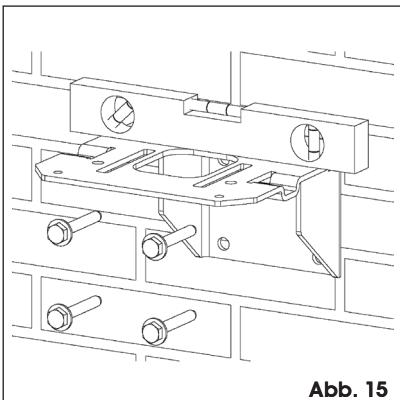

Abb. 15
- Die Motorhalterung an der zuvor bestimmten Position mit Hilfe von vier Dübeln mit Schrauben M10 befestigen. Bei der Befestigung die Ausrichtung laut Abb. 15 berücksichtigen.